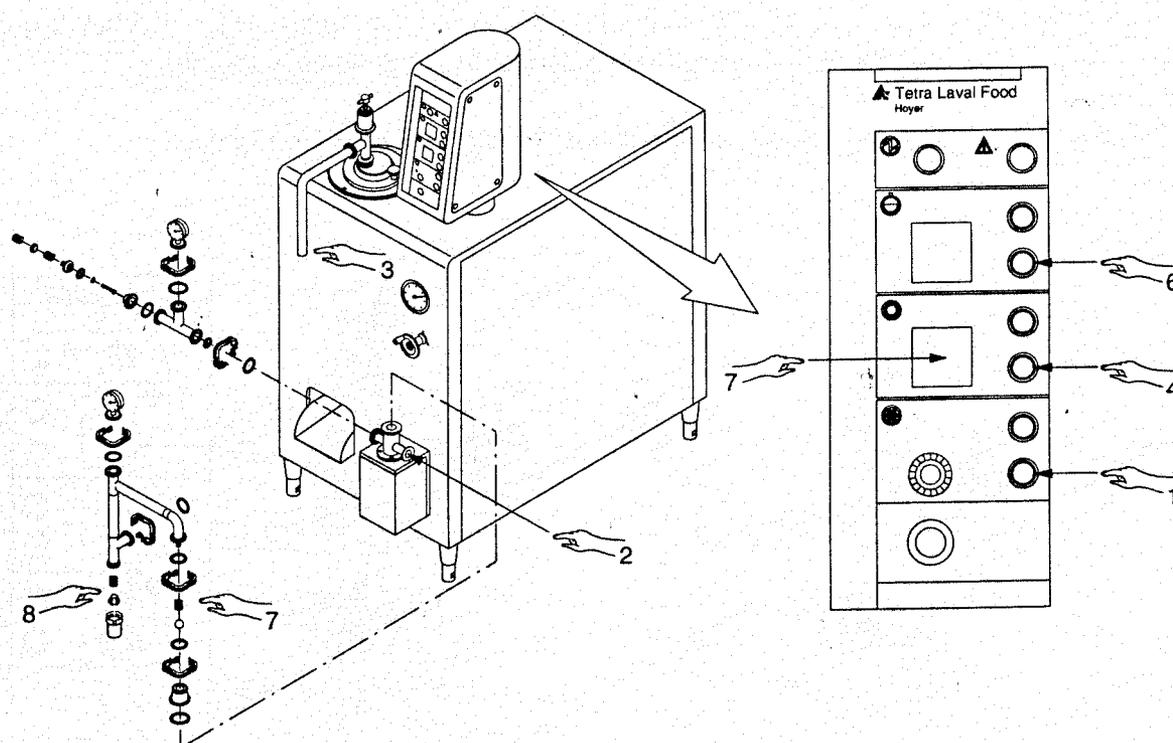

Fig.6.5
- 4 - Arrestare l'albero sbattitore premendo il pulsante P4 (*Part.4, Fig.6.5*). Il led rosso sullo strumento (*Part.7, Fig.6.5*) si accende per 30 secondi indicando l'immissione di "gas caldo".
- 5 - Arrestare la pompa d'alimentazione premendo il pulsante P2 (*Part.6, Fig.6.5*).
- 6 - Smontare il collegamento fra mandata pompa e ingresso cilindro per evacuare l'acqua contenuta (*Part.7, Fig.6.5*) e rimontarlo.
- 7 - Smontare la valvola di sicurezza, lavarla e rimontarla (*Part.8, Fig.6.5*).
1 - Arrestare il compressore frigorifero premendo il pulsante rosso P6 (Part.1, Fig.6.5).